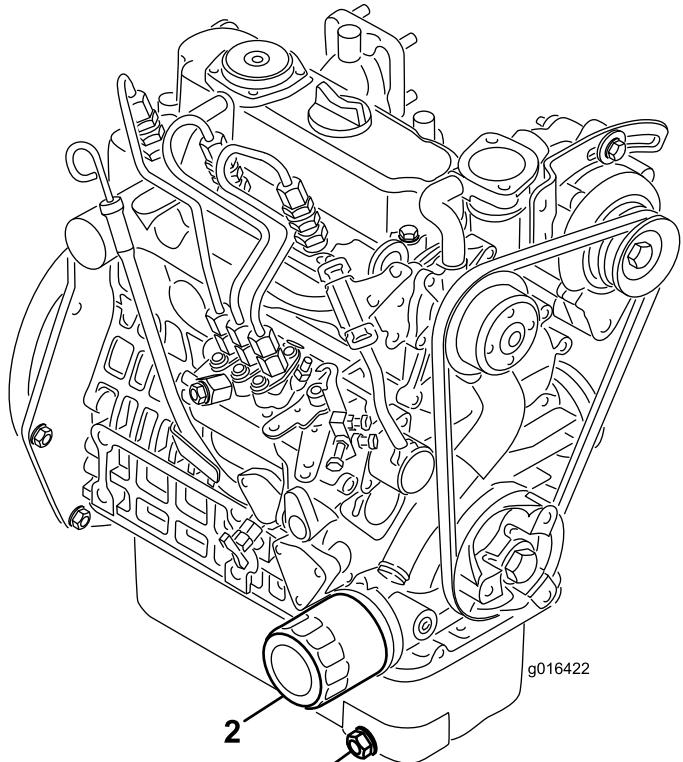

Bild 36
1. Entfernen Sie die Ablassschraube (Bild 36) und lassen Sie das Öl in die Auffangwanne ab. Schrauben Sie die Ablassschraube wieder ein, nachdem das Öl abgelaufen ist.